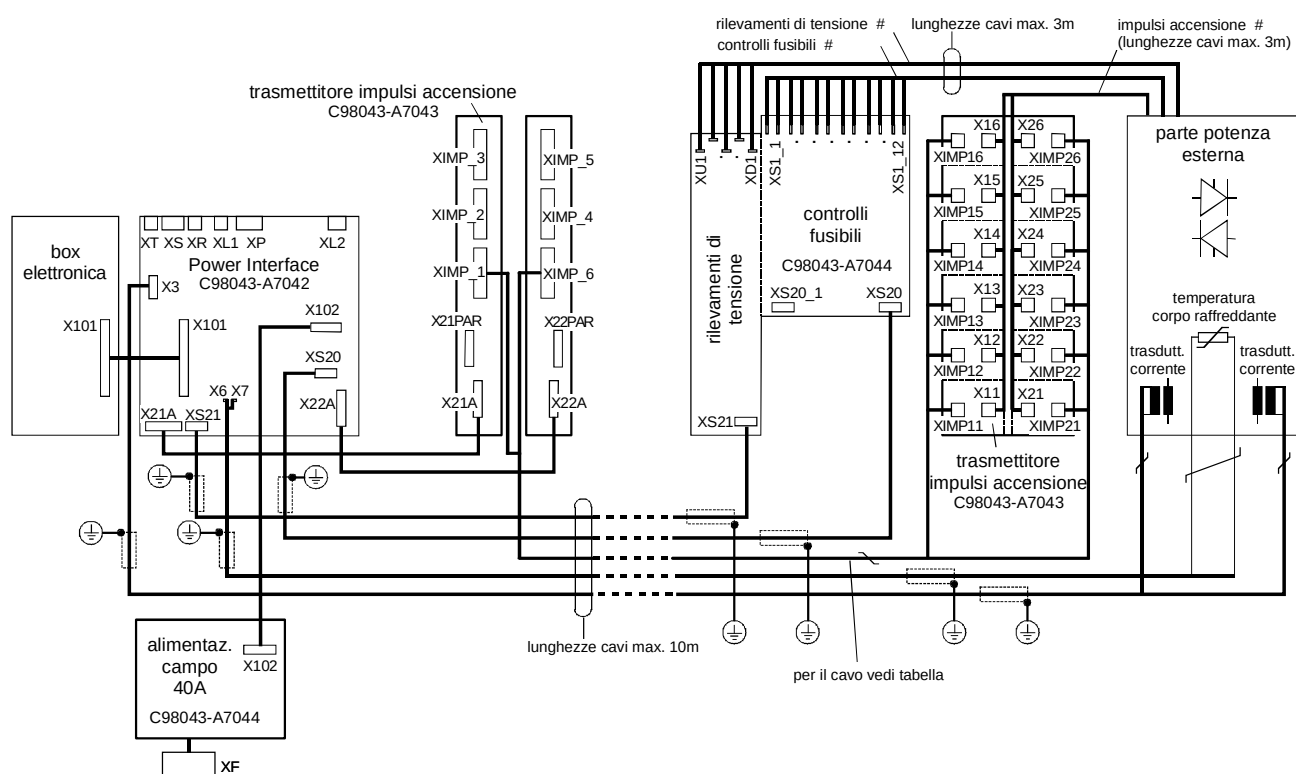

Fig. 6.4.3
3. Telaio posteriore e telaio anteriore montati uno sopra l'altro o separatamente, schede C98043-A7043 e C98043-A7044 divise (trasmettitore impulsi accensione, rilevamenti tensione e controlli fusibili montati nella parte di potenza), l'alimentazione di campo rimane nel telaio (Fig. 6.4.3)